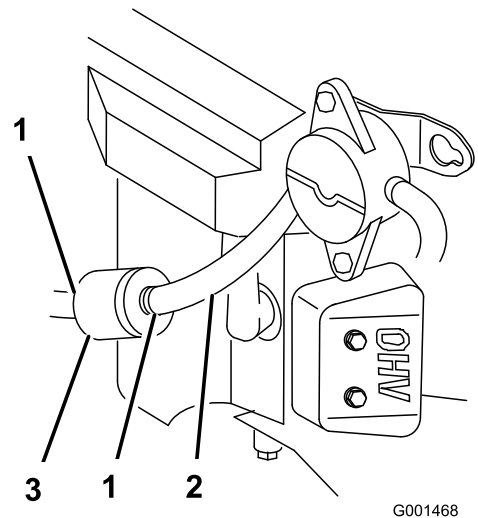

Figura 39
5. Chiudete la valvola di intercettazione del carburante (Figura 39).
6. Premete le estremità delle fascette stringitubo ed allontanatele dal filtro (Figura 39).
8. Montate un nuovo filtro e avvicinate le fascette stringitubo al filtro (Figura 39).
3. Chiudete la valvola di intercettazione del carburante (Figura 39).
4. Allentate la fascetta stringitubo e spostatela in alto sul tubo del carburante, lontano dalla valvola di intercettazione (Figura 39).
5. Scollegate il tubo del carburante dal filtro del carburante (Figura 39).
Nota: Lasciate spurgare la benzina in una tanica apposita o in una bacinella (Figura 39).
7. Collegate il tubo del carburante al filtro del carburante. Infilate la fascetta vicino al filtro del carburante, per fissare il tubo del carburante (Figura 39).